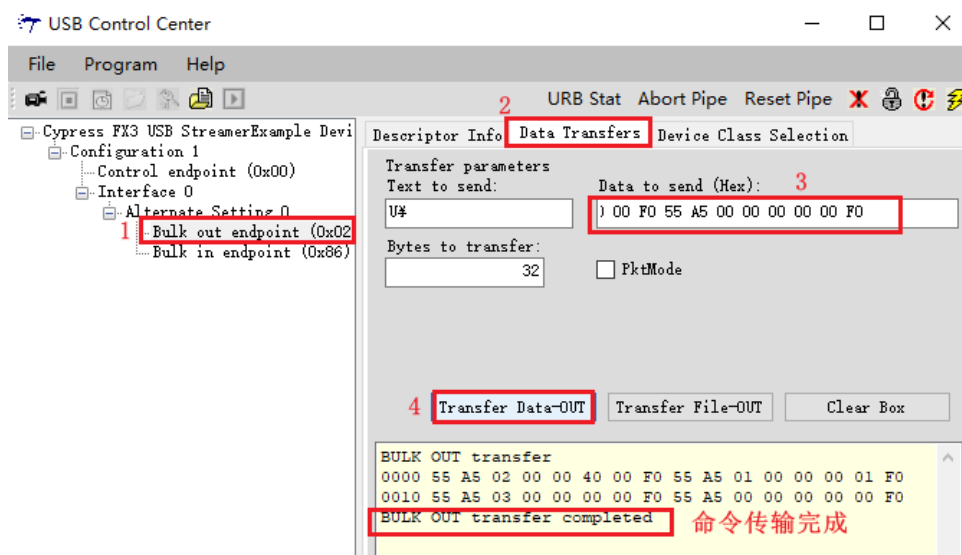

图 1-25 命令传输完成标志
4. 点击“Transfer Data-OUT”进行命令传输，传输完成之后如下图 1-25 所示。